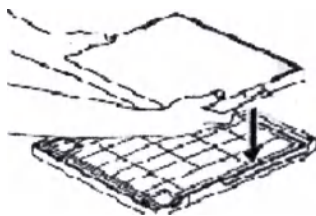

Рисунок 21 – Размещение кассеты с пленкой в отсеке кассеты принтера
- вынуть кассету с пленкой из картонной упаковки, снять защитную упаковку и положить в отсек кассеты принтера (Рисунок 21).